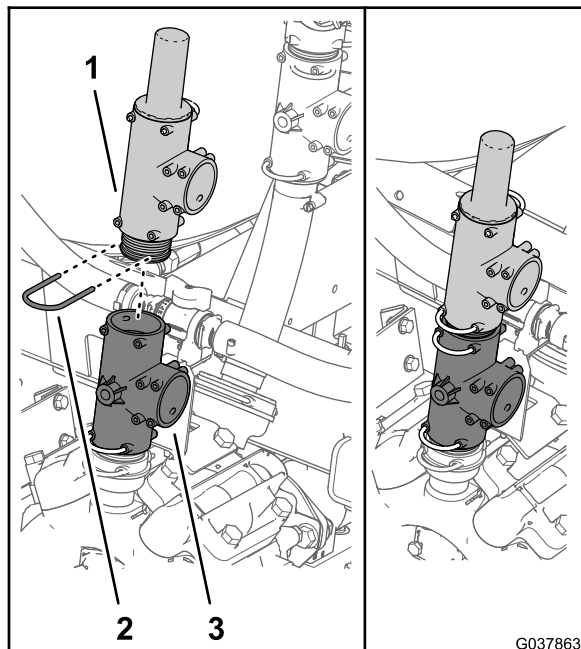

Рисунок 67
5. Установите тройник с клапаном сброса давления на тройник в верхней части насоса опрыскивателя с помощью держателя, снятого при выполнении пункта 3, как показано на Рисунок 67.